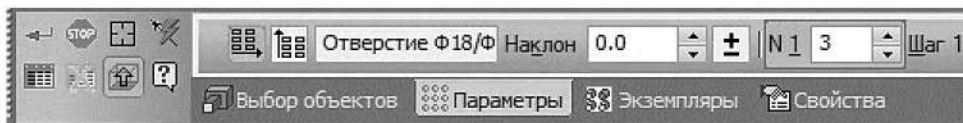

Рисунок 3.77. Параметры массива элементов
7.1 Откройте вкладку **Параметры** на Панели свойств – система перейдет в режим определения параметров массива (рисунок 3.77).